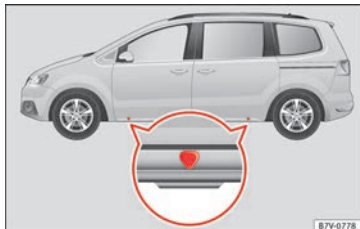

Abb. 69 Aufnahmeplätze für den Wagenheber.
Der Wagenheber darf nur an den gezeigten Aufnahmeplätzen (Markierungen in der Karosserie) angesetzt werden **» Abb. 69**. Die Markierung zeigt die Position der Aufnahmeplätze **unter** dem Fahrzeug an. Die Aufnah-
6. Den Wagenheberaufnahmeplatz **» Abb. 69** unter dem Fahrzeug suchen, der dem zu wechselnden Rad am nächsten liegt.